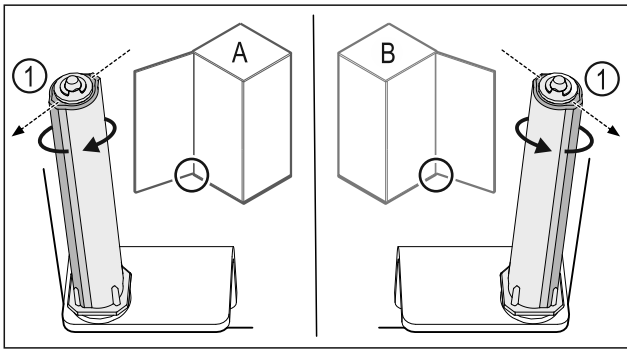

Fig. 33 Linksanschlag (A) / Rechtsanschlag (B)
- Schließsystem gegen den Widerstand drehen, bis der Steg des Schließsystems Fig. 33 (1) nach außen zeigt.